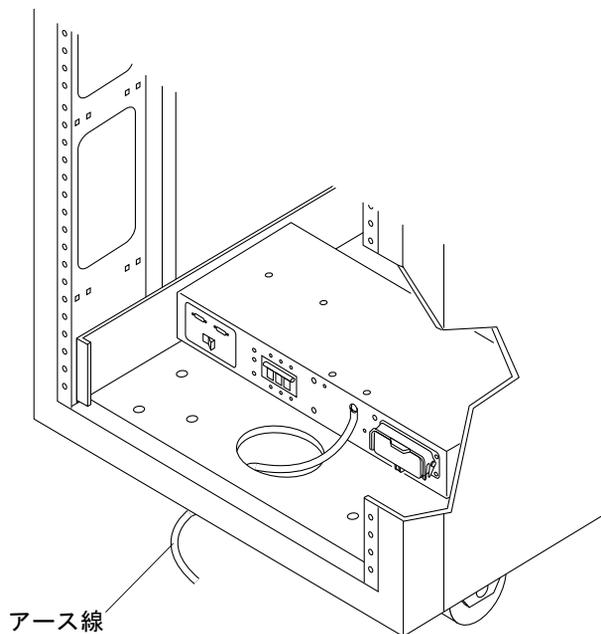

図 B-4 正面電源シーケンサへのアース線の接続
3. アース線の他端をキャビネットの正面電源シーケンサに接続します (図 B-4)。